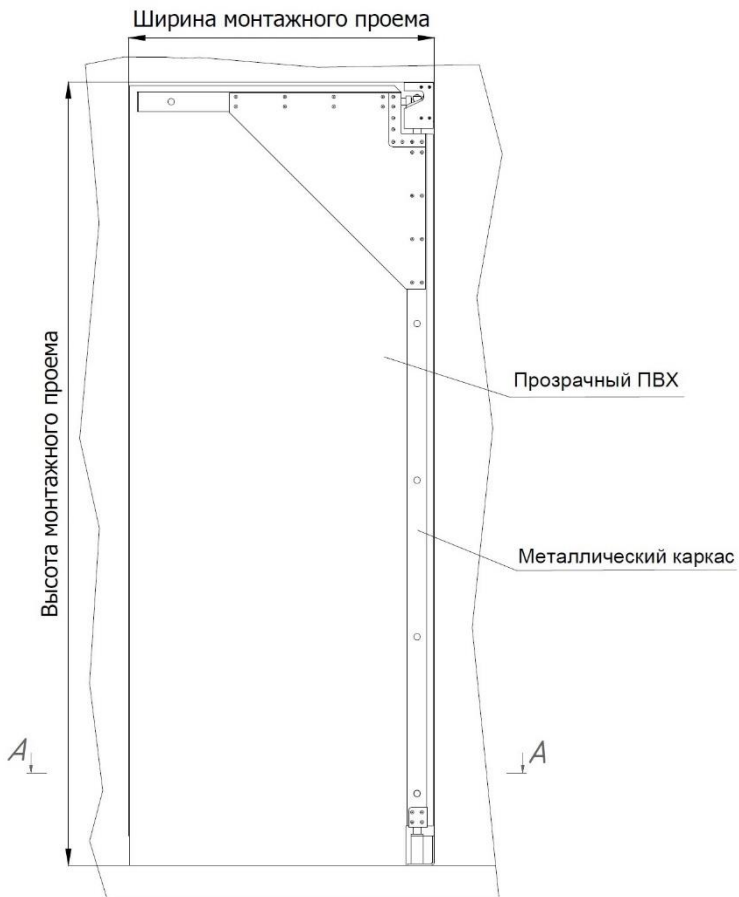

Рисунок 2. МДО ПВХ из морозостойкой ПВХ пленки
- Из морозостойкой прозрачной ПВХ пленки толщиной 7 мм и металлического каркаса (Рисунок 2)